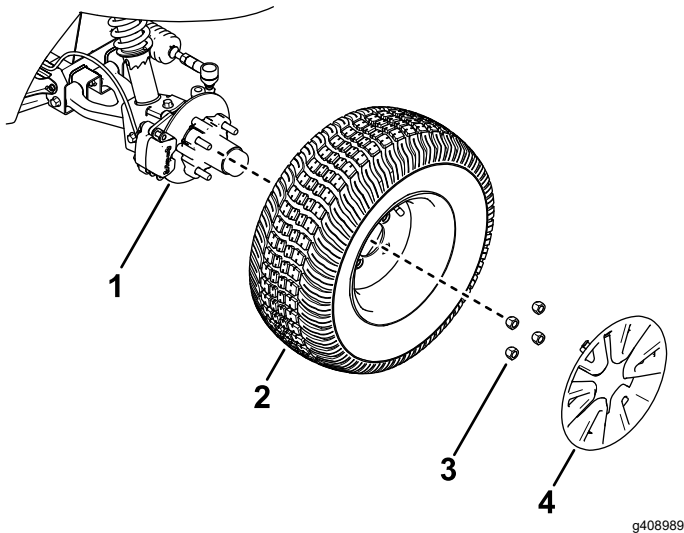

Figura 27
2. Retire el tapacubos y las 4 tuercas que sujetan la rueda al cubo (Figura 27).
- Alinee los orificios de la rueda con los espárragos del cubo y monte la rueda en el cubo con el vástago de la válvula hacia fuera (Figura 27).
- Sujete la rueda al cubo usando las tuercas de las ruedas (Figura 27).